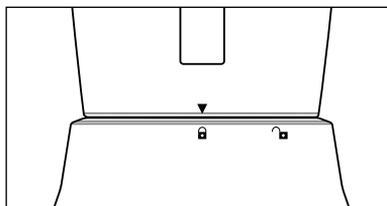

Afb. 2
- 3) Vul de ingrediënten in het mix-opzetstuk ③.
- 4) Druk vervolgens het deksel ② weer vast op het mix-opzetstuk ③. Sluit het deksel ② door het rechtsom naar de positie  te draaien tot het deksel hoorbaar vastklikt (zie afb. 2).